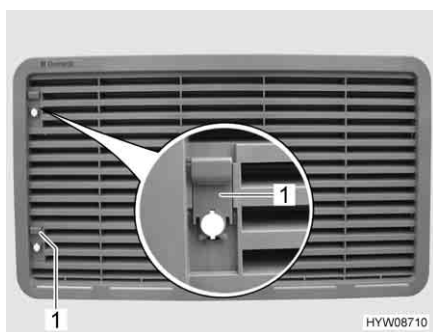
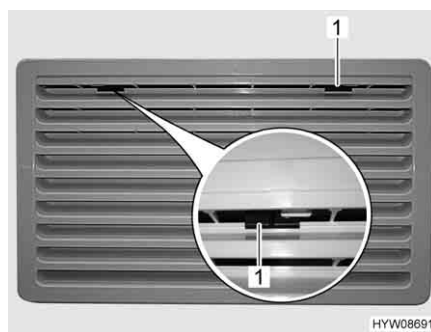

Fig. 100 Griglia di aerazione del frigorifero
Fig. 101 Griglia di aerazione del frigorifero (alternativa)
- A seconda dal modello, fare scorrere il cursore (Fig. 100,1) verso l'alto oppure l'arresto (Fig. 101,1) verso il centro.